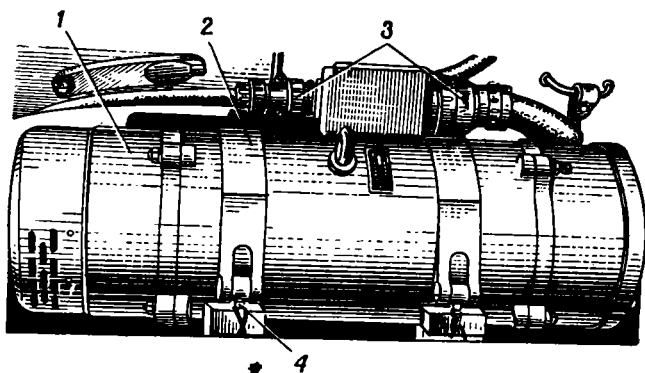

Рис. 17. Установка электромашинного усилителя:
1. Расшплинтовать и отвернуть накидные гайки штепсельных разъемов 3 (рис. 17), отсоединить кабели от электромашинного усилителя 1.
2. Свести хомуты 2 (рис. 17) и закрепить электромашинный усилитель болтами, болты зашплинтовать.